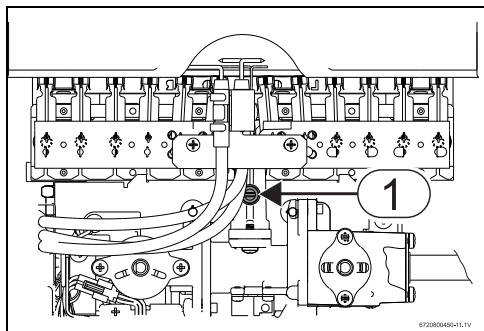

Рис. 15 Точки измерения давления
- ▶ Ослабить запорный винт (→ Рис. 15 , [1]).
- ▶ Подключить манометр в точке измерения давления на форсунке (→ Рис. 15 , [1]).